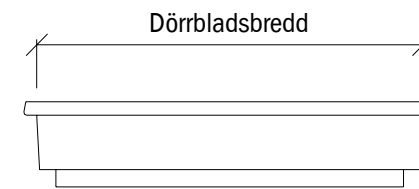

Fig 2
5) Mät karmfalsbredden i den bef. tråkarmen och dörrbladsbredden på den nya dörren enligt fig 2. Karmfalsbredden skall vara 11 mm större än dörrbladsbredden. Är skillnaden större skall karmen byggas på falsen med faner- och/eller fiberremssorna.